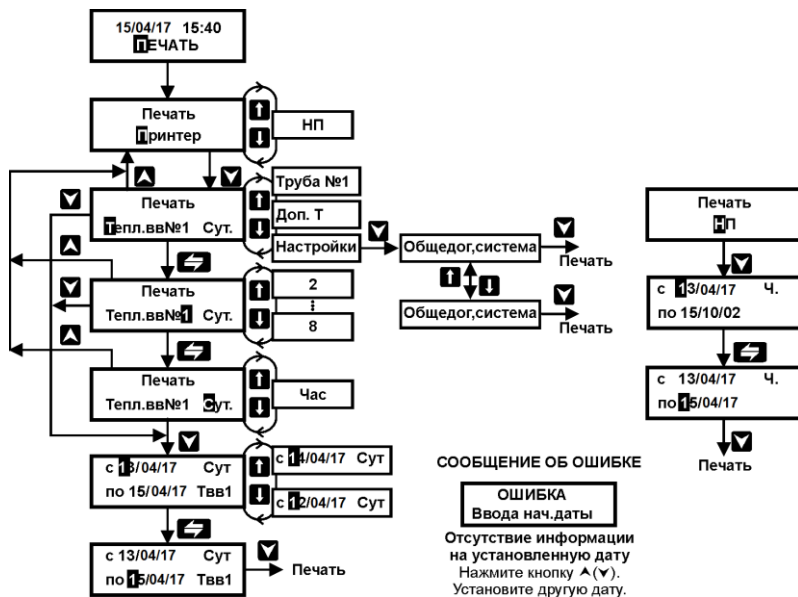

Рисунок 24 – Порядок выполнения действий по снятию информации на ВУ
2. Установить кнопками  или  пункт меню 1–ого уровня **ПЕЧАТЬ** (рисунок 24);